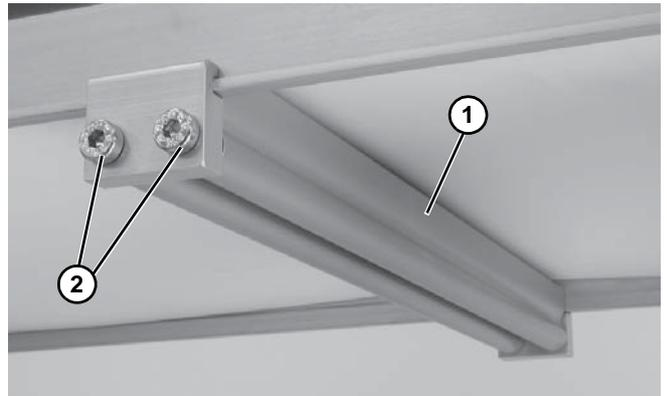

Figure 16
3. Installer l'ensemble comme illustré sur la (Figure 16, élément 1). Serrer les vis (Figure 16, élément 2) au couple de 7 N.m.